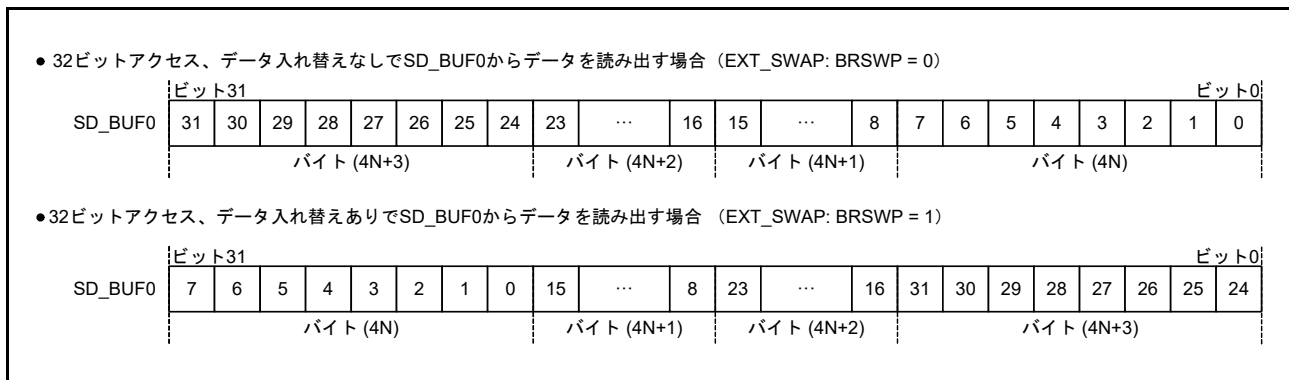

図 39.5 SD_BUF0 からの読み出し
3. SD_BUF に格納されたデータが SD_BUF0 から読み出される (図 39.5 を参照)。
SD_BUF0 にアクセスするときは、SDnDAT の転送順と SD_BUF の格納順に注意してください。必用に応じて、SD_BUF0 の読み出し / 書き込みデータのバイトエンディアンを EXT_SWAP レジスタで変更できます。図 39.5 を参照してください。